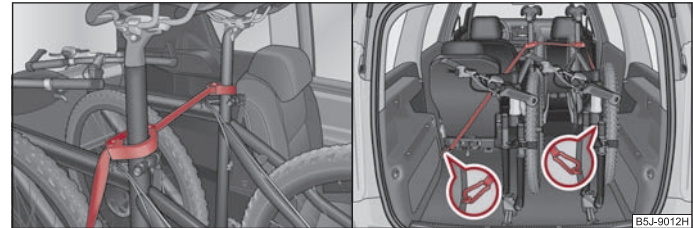

Abb. 69 Absicherung der Fahrräder mit Schellen / Absicherung der Fahrräder mit einem Band
- Setzen Sie die Schelle mit dem Gummiteil nach vorn (in Fahrtrichtung) möglichst weit unten an die Sattelstütze und schließen Sie die Schelle ⇒ Abb. 69.
- Beim Transport von zwei Fahrrädern spannen Sie das Band ⇒ Abb. 69 zwischen den Sätteln, indem Sie die Fahrräder auseinander schieben.